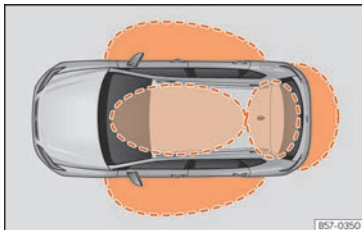
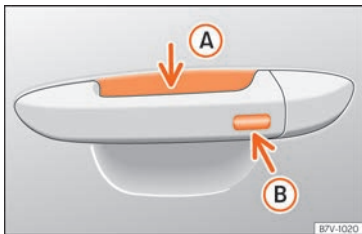

Abb. 77 Keyless Access: Näherungsbereiche.
Abb. 78 Türgriff: Sensorflächen
»» Abb. 78
Keyless Access ist ein schlüsselloses Start- und Schließsystem, mit dem das Fahrzeug ohne aktive Fahrzeugschlüsselbenutzung ent- bzw. verriegelt werden kann. Dazu müssen sich lediglich ein gültiger Fahrzeugschlüssel im Erfassungsbereich für den Zugang zum Fahrzeug befinden »» Abb. 77 und eine der Sensorflächen an den Türgriffen »» Abb. 78 berührt oder der Softtouch/Haltegriff der Heckklappe betätigt werden »» Seite 112 »» ❶.
Befindet sich ein gültiger Schlüssel in einem der Funktionsbereiche »» Abb. 77, erteilt das schlüssellose Schließ- und Startsystem Keyless Access diesem Schlüssel eine Zugangsberechtigung, sobald eine der Sensorflächen an den Vordertürgriffen oder der Softtouch/Haltegriff an der Gepäckraumklappe betätigt wird.
- Umfassen Sie einen der Griffe an den Vordertüren. Dabei wird die Sensorfläche » Abb. 78 (A) (Pfeil) im Türgriff berührt und das Fahrzeug entriegelt sich.
- Berühren Sie *einmal* die Verriegelungssensorfläche » Abb. 78 (B) (Pfeil) am Griff an einer der Vordertüren. Die Tür, an welcher der Griff betätigt wird, muss geschlossen sein.
- Berühren Sie *einmal* die Sensorfläche » Abb. 78 (B) (Pfeil) am Griff an einer der Vordertüren. Das Fahrzeug ist mit der „Safe“ » Seite 107-Sicherheitssystem verriegelt. Die Tür, an welcher der Griff betätigt wird, muss geschlossen sein.
- Berühren Sie *zweimal* die Sensorfläche » Abb. 78 (B) (Pfeil) am Griff an einer der Vordertüren, um das Fahrzeug zu verriegeln, ohne das Sicherheitssystem „Safe“ zu aktivieren » Seite 107.
Wenn sich ein gültiger Fahrzeugschlüssel in der Nähe » Abb. 77 der Heckklappe befindet, entriegelt die Heckklappe beim Öffnen des verriegelten Fahrzeugs.
- Berühren Sie die Schließaste  auf dem Funkschlüssel und berühren Sie einmal innerhalb von 5 Sekunden die Verriegelungssensorfläche am Fahrertürgriff »» **Abb. 78 B**. Greifen Sie nicht am Türgriff, da sich das Fahrzeug sonst nicht verriegelt. Die Deaktivierung kann auch erfolgen, wenn das Fahrzeug über Fahrertürschloss verriegelt wird.
Um mit der **Komfortfunktion** alle elektrischen Seitenfenster und das Glasdach zu schließen, legen Sie einige Sekunden einen Finger auf den Verriegelungssensorfläche »» **Abb. 78 B** (Pfeil) am Türgriff, bis die Seitenfenster und das Dach geschlossen sind.
Die Sensoren der Türgriffe können durch einen Wasser- oder Hochdruckdampfstrahl aktiviert werden, sofern sich ein gültiger Schlüssel in der Nähe befindet. Ist mindestens eines der elektrisch betriebenen Seitenfenster geöffnet und wird die Sensorfläche »» **Abb. 78 B** (Pfeil) an einem der Türgriffe permanent aktiviert, schließen sich alle Fenster.